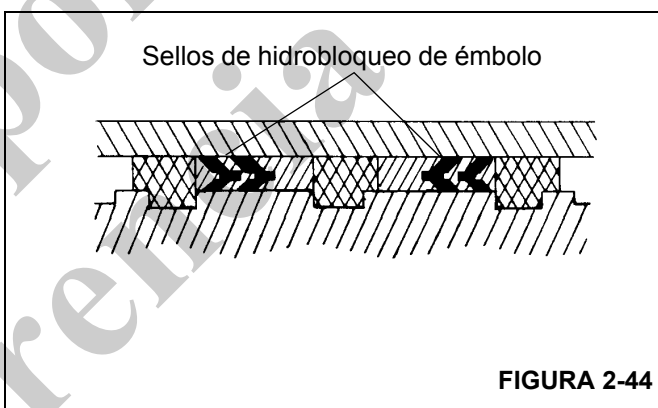

FIGURA 2-44
19. Instale los sellos de hidrobloqueo en el émbolo Figura 2-44.